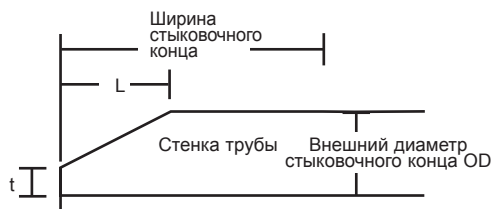

Рисунок 7-1 Определения размеров соединительного конца и фаски трубы для муфтового соединения
- 4 Очистить соединяемые поверхности от песка и загрязнений, с помощью инструментов снять фаску на концах трубы для облегчения монтажа. (см. **Рисунок 7-1**). Дальнейшая очистка поверхности не требуется.